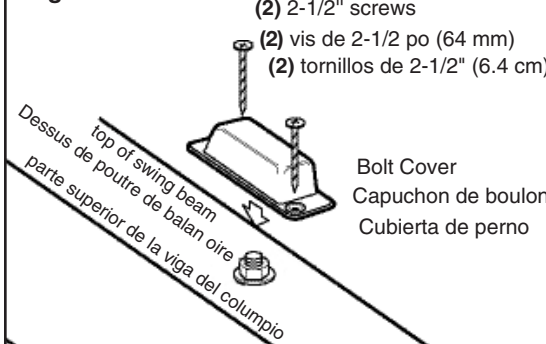

Fig. 4
5. Insert the seat section into the handle section as shown in Fig. 4 above. Line up the holes and insert the steel rod through the holes.
5. Inserte la sección de asiento dentro de la sección del mango como se muestra en la Fig. 4 arriba. Alinee los huecos perforados e inserte la varilla de acero a través de los mismos.
5. Insérer la section de siège dans la section de poignée comme le montre figure 4. Aligner les orifices et insérer la tige en métal dans les orifices.